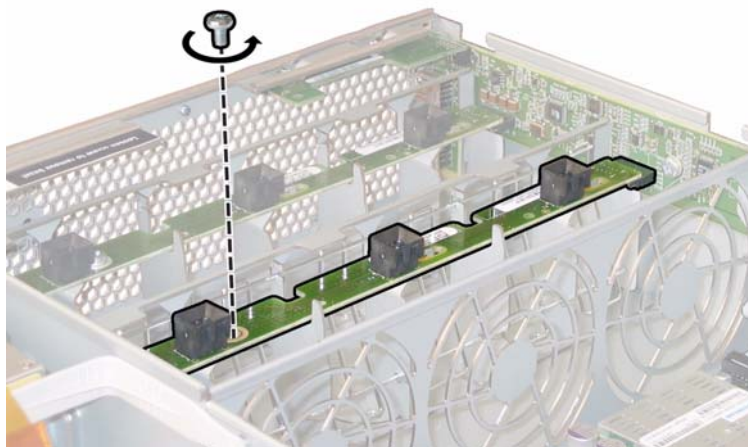

图 4-23 旋下风扇连接器板固定螺丝
- a. 旋下将每块风扇连接器板固定到机箱的一颗螺丝。请参见图 4-23。